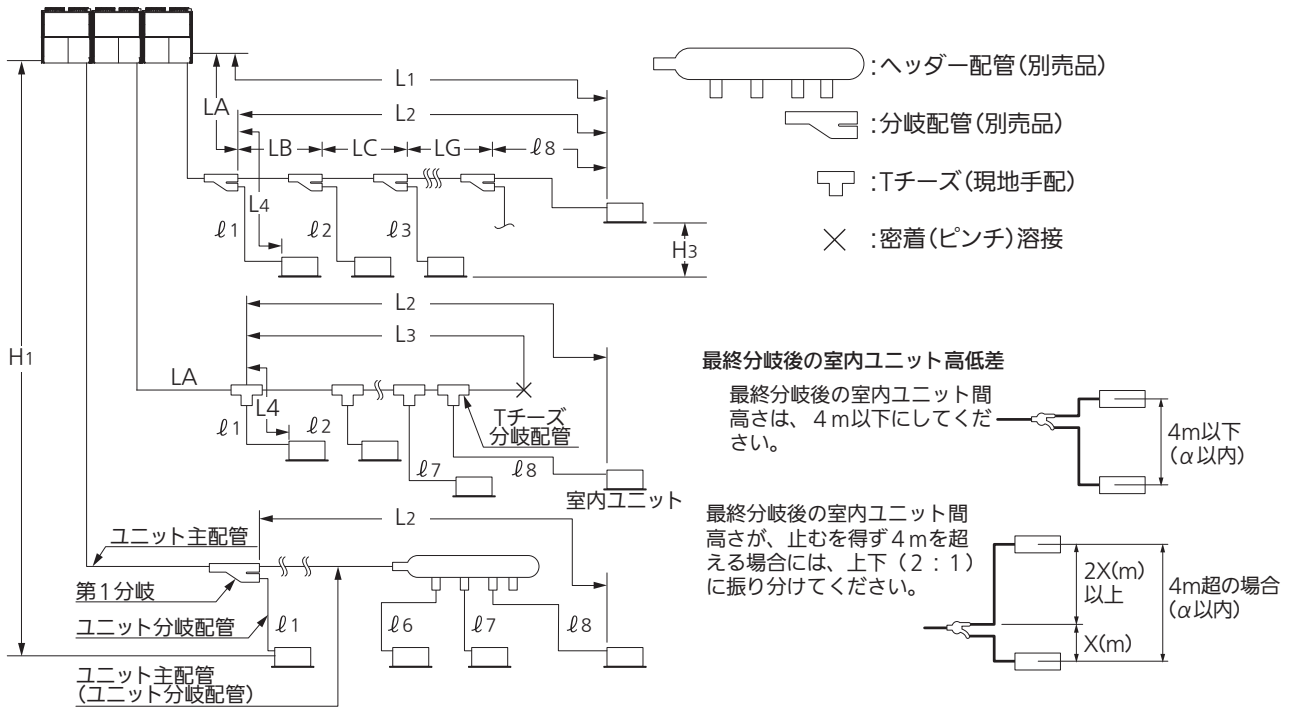

図 5 : 配管設計の概要
- ※3 最終分岐後の室内ユニット間高低差は図 5（5 ページ）の制限以内になるように設置してください。